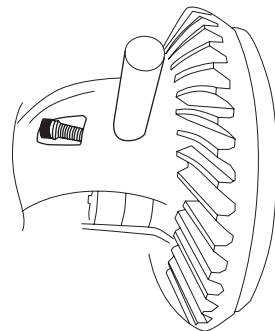

Рис. 11
16. Поверните блокировку до совмещения пазов в муфтах с отверстием под ось сателлитов в дифференциале и установите ось сателлитов (рис. 11).